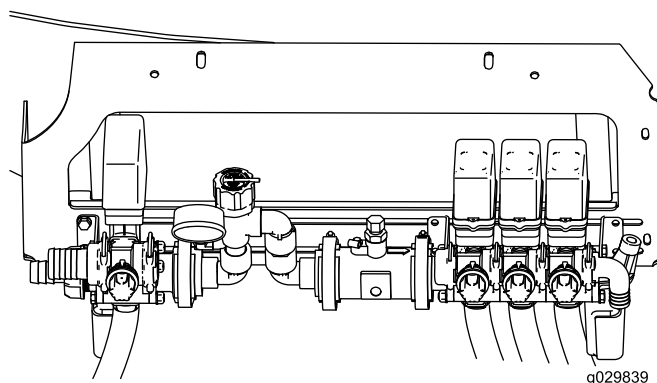

Figura 4
11. Desplace con cuidado el caudalímetro y el conjunto de válvulas de sección hasta que el caudalímetro esté junto al conjunto de válvula de alivio de presión (Figura 4).